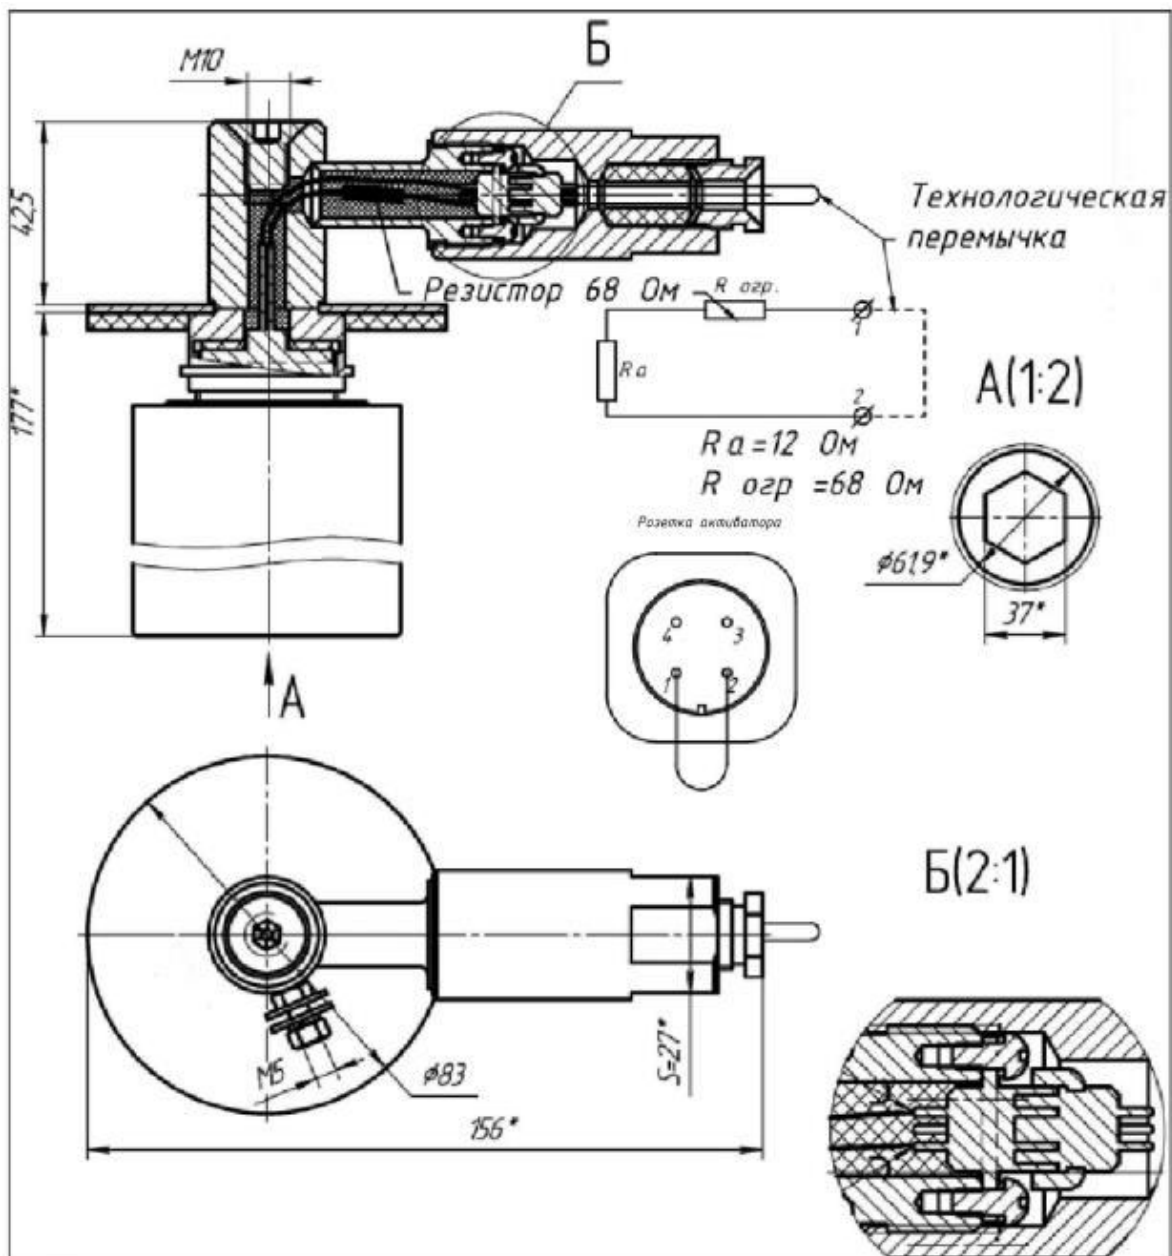

Рис. 2. Чертеж средств взрывозащиты модуля «ТРВ - Гарант - 14,5 -11».
3.3 Взрывозащищенность модуля (рис.2) пожаротушения тонкораспыленной водой МУПТВ достигается применением видов взрывозащиты « взрывонепроницаемая оболочка », по ГОСТ 30852.1- 2002, «искробезопасная электрическая цепь» по ГОСТ 30852.1- 2002, специальный вид взрывозащиты по ГОСТ 22782. 3- 77 и соблюдением особых условий безопасной эксплуатации, а также выполнением общих технических требований к взрывозащищенному электрооборудованию по ГОСТ 30852.0 - 2002.